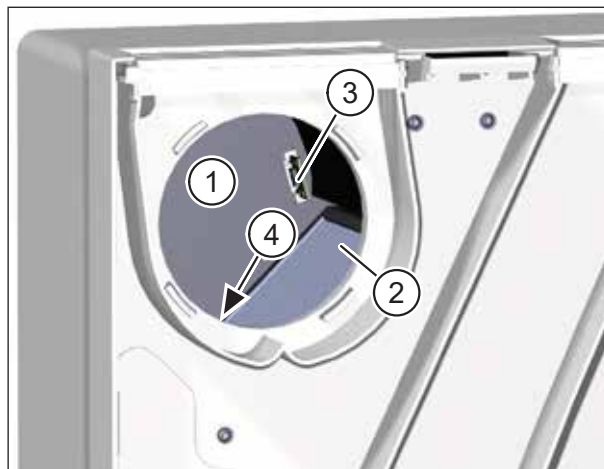

Fig. 9 : Nettoyer le fond du filtre côté air repris le cas échéant
- ▶ Vérifiez l'état de propreté du fond du filtre côté air repris (pos. 1 dans Fig. 9).
- ▶ Couvrez l'échangeur thermique (pos. 2 dans Fig. 9) avec un chiffon non pelucheux. Vous empêchez ainsi la saleté d'entrer dans l'échangeur thermique.
- ▶ Lors du nettoyage, veillez à ne pas endommager le capteur d'humidité optionnel (pos. 3 dans Fig. 9) et le capteur de CO2 optionnel (pos. 4 dans Fig. 9).